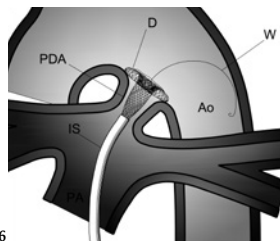

Fig. 16
- Jalando de la vaina de implantación (IS), acomode suavemente del disco de retención contra la ampolla aórtica (Fig. 16).